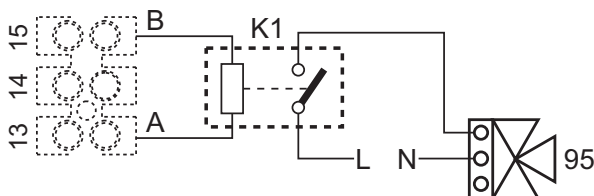
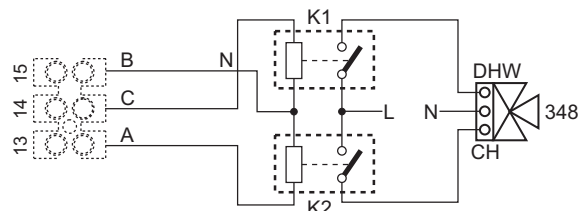
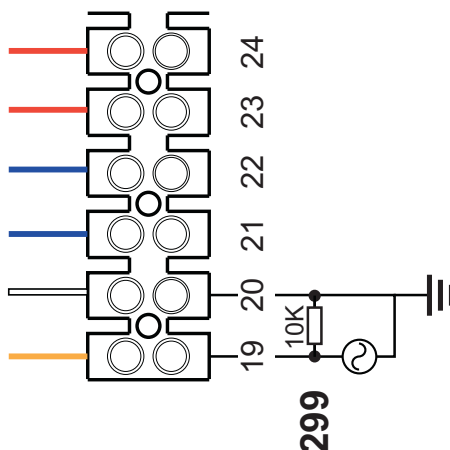

fig. 124 - Collegamento della valvola a 3 vie con 2 fili
fig. 125 - Collegamento della valvola a 3 vie con 3 fili
fig. 126 -
**ATTENZIONE:** per il collegamento della valvola 3-vie (morsetti 13 - 14 - 15), fare riferimento agli schemi di fig. 124 e fig. 125.
**ATTENZIONE:** Nel caso di instabilità di lettura del segnale 0-10V, da parte della centralina elettronica, si suggerisce di collegare il riferimento del segnale a terra, e inserire in parallelo una resistenza da 10K, come da fig. 126.
**Legenda figure fig. 124, fig. 125, fig. 126 e fig. 127**